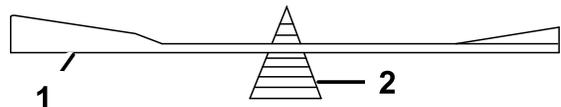

Figure 45
2. Vérifiez l'équilibre de la lame en la plaçant sur un équilibreur (Figure 45). Si la lame reste horizontale, elle est équilibrée et peut être utilisée. Si la lame est déséquilibrée, limez un peu l'extrémité de la partie relevée seulement (Figure 44). Répétez la procédure jusqu'à ce que la lame soit équilibrée.